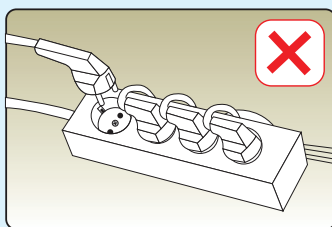

Рисунок 11
- Запрещается вдевать вилку в много розеточный блок и использовать удлинитель в моделях UDR 7 - UDR 9. (Рисунок 11)